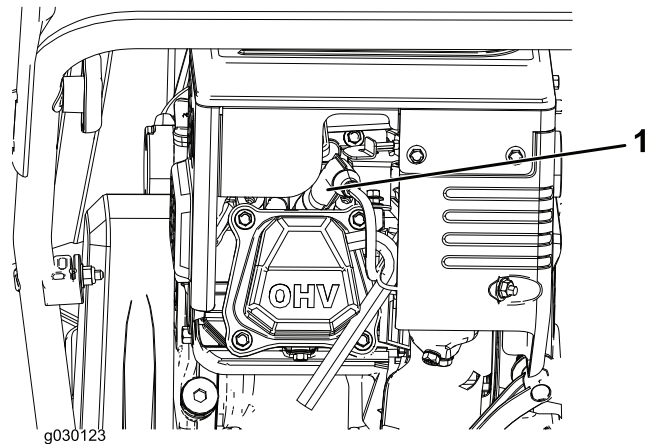

Figura 22
1. Togliete la guaina (Figura 22).